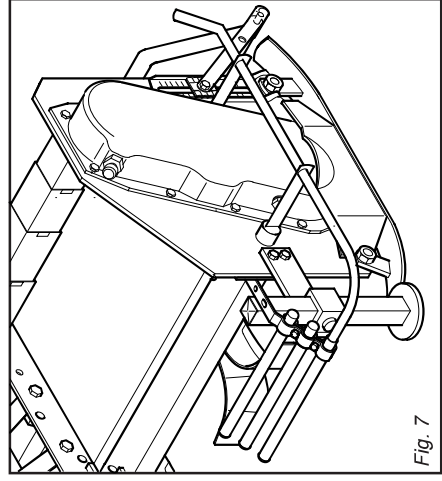

Fig. 7
- 5 - Den Stützfuß wie in Abb. 7 gezeigt anordnen.
- 5 - Positionnez le pied d'appui (voir fig. 7).